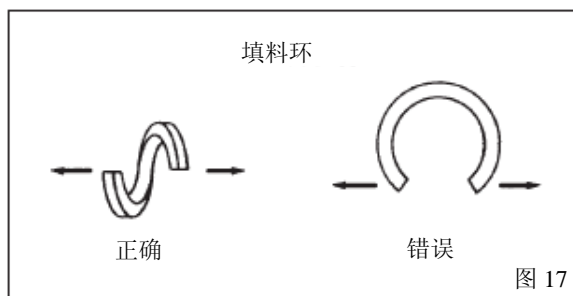

图 17
4. 将密封环向侧面转动，使其包围在轴或者套筒的周围（图17）。